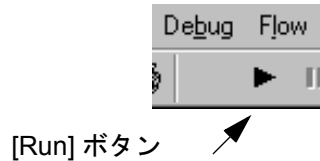

図 1-32. ツールバーの [Run] ボタン
3. [Run] ボタンをクリックします。このボタンは、小さい矢じりに似た形をしており、図 1-32 のように、ツールバーの [Debug] メニューの下にあります。